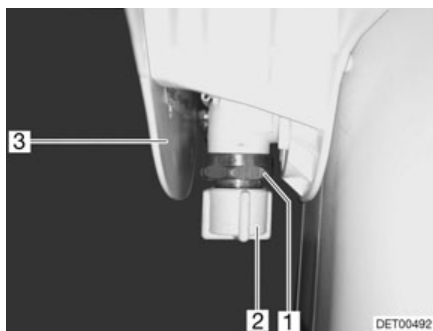

Fig. 266 Vanne toilette à aspiration
- Retirer le couvercle (Fig. 266,3).
- Dévisser le capuchon de fermeture (Fig. 266,2).
- Placer un récipient approprié sous la vanne (Fig. 266,1).